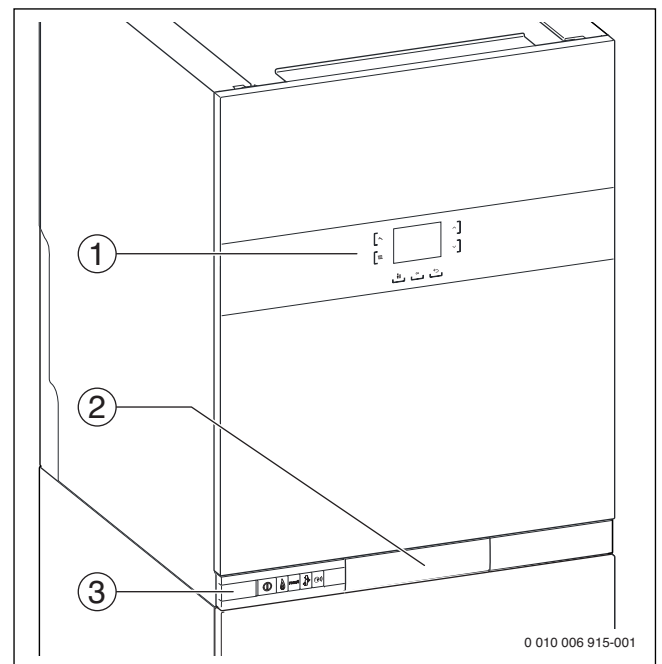

Bild 3 Übersicht der Bedienelemente
- Bedieneinheit im Gerät eingebaut, für Außentemperaturgeführte Regelung (→ Bild 3).